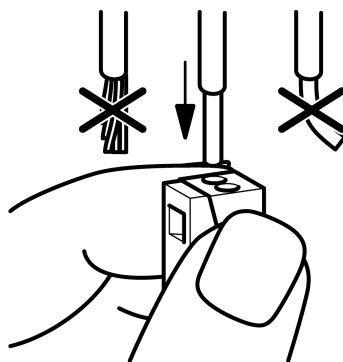

Figura 8: Collegamento del conduttore rigido
- Inserire il conduttore rigido fino al fermo in un'apertura tonda sul lato dell'installazione (figura 8).